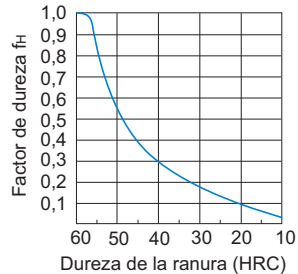

Fig.1 Factor de dureza (f_H)
- f_H : Factor de dureza (consulte la Fig.1 **11-6**)